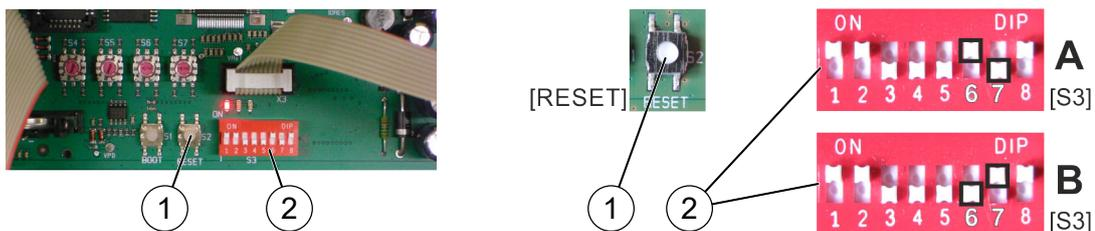

Abb. 49: [Reset]-Taster und DIP-Schalter "S3"
4. ➤ Auf der Steuerkarte CPU3 am DIP-Schalter "S3" (Abb. 49/2) die Schiebeshalter "6" und "7" in Abhängigkeit des Schaltertyps (transparent/grau) vornehmen:
5. ➤ Das System über den [Reset]-Taster (Abb. 49/1) neu starten.